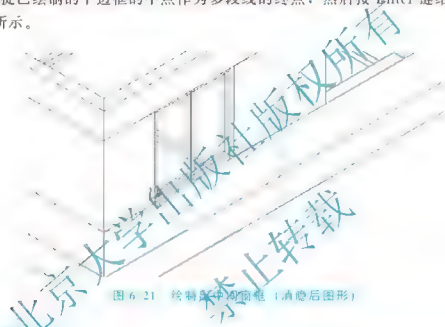

图 6.21 绘制窗中间窗框 (消隐后图形)
- (1) 启动【多段线】命令。
- (2) 在指定起点：提示下，捕捉已绘制的上边框的中点作为多段线的起点。
- (3) 在指定下一个点或 [圆弧(A)/半宽(H)/长度(L)/放弃(U)/宽度(W)]：提示下，输入“W”后按 Enter 键。
- (4) 在指定起点宽度 <0.0000>：提示下，输入“80”后按 Enter 键。
- (5) 在指定端点宽度 80.0000：提示下，按 Enter 键执行尖括号内的默认值“80.0000”。
- (6) 在指定下一点或 [圆弧(A)/闭合(C)/半宽(H)/长度(L)/放弃(U)/宽度(W)]：提示下，捕捉已绘制的下边框的中点作为多段线的终点，然后按 Enter 键结束命令，结果如图 6.21 所示。
将当前层切换为【玻璃】图层，并打开图 6.21 所示的图形文件。